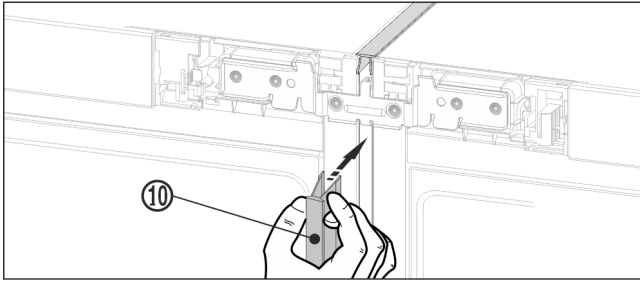

Fig. 22
- ▶ Suruge esiküljel pikk katteliist Fig. 22 (10) vertikaalsesse pilusse. Pöörake tähelepanu sellele, et liist toetub ühendusplekile.